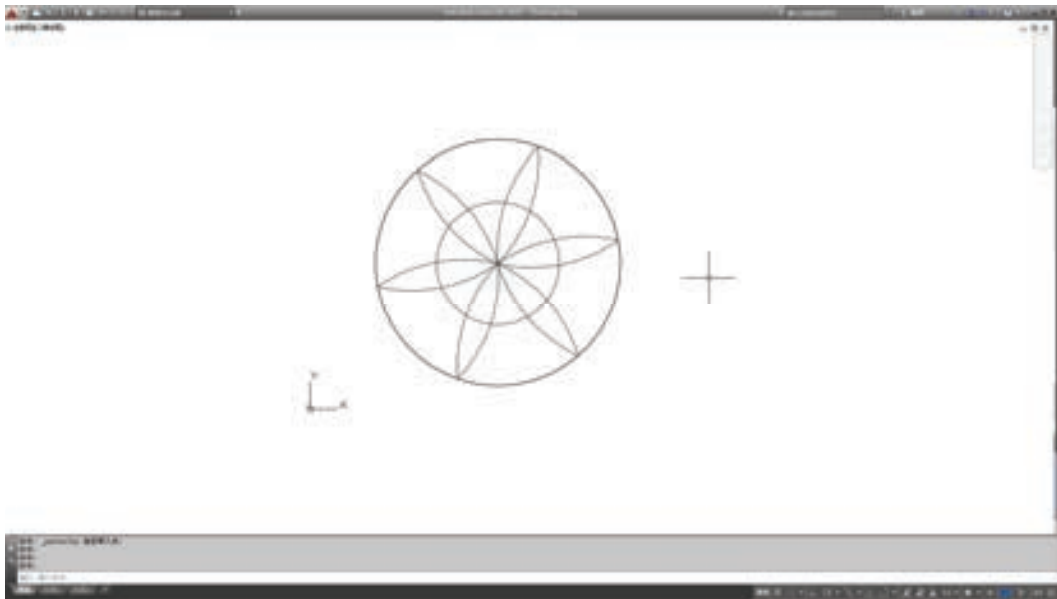

图 2-21 全屏显示
16) 全屏显示：该选项可以清除 Windows 窗口中的标题栏、功能区和选项板等界面元素，使 AutoCAD 的绘图窗口全屏显示，如图 2-21 所示。